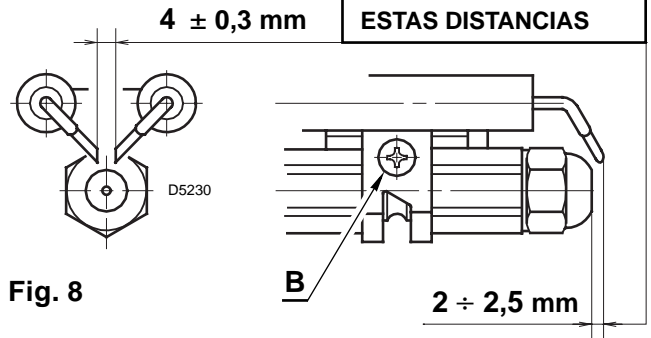

Fig. 8
Antes de desmontar o montar la boquilla, afloje el tornillo (B, fig. 8 ó 9) y desplace hacia adelante los electrodos.
- Verificar que los electrodos estén bien colocados (fig. 8 ó 9, pág. 6).